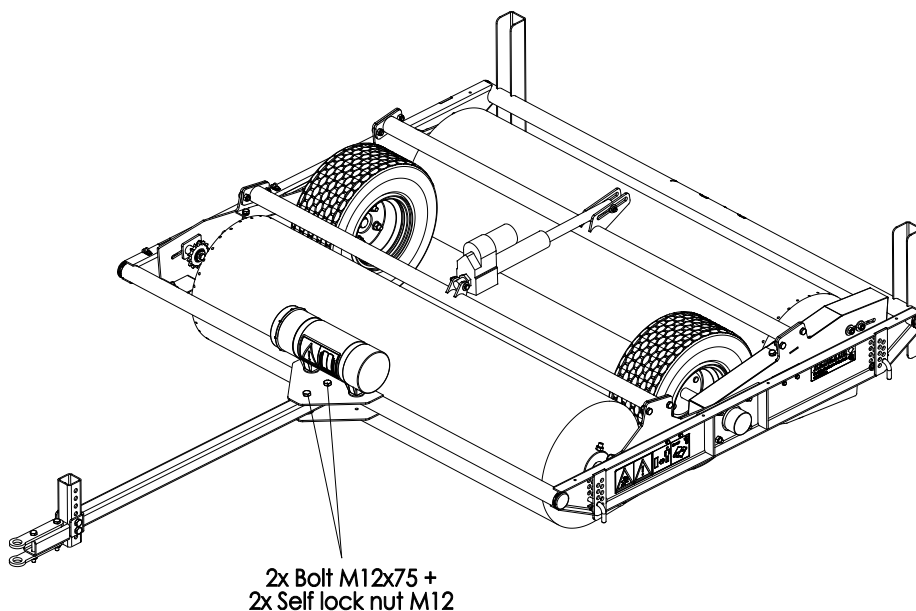

Abb. 8
7. Bringen Sie die Zugstange an (Abb. 8).